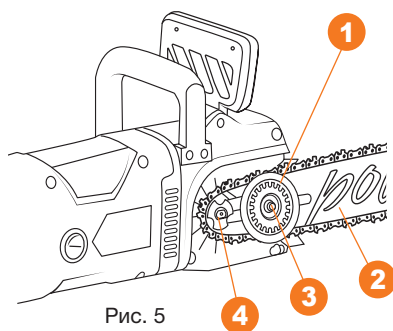

Рис. 5
3. Выкрутите максимально вправо натяжную шайбу **1**, на неустановленной шине, затем установите шину на направляющую шпильку **3** и выкрутите натяжную шайбу влево, чтобы шина **2** переместилась максимально близко к ведущей звездочке **4**. Сориентируйте направление зубьев цепи по стрелке на корпусе и наденьте ее на ведущую звездочку, уложите цепь в пазы шины (Рис. 5).